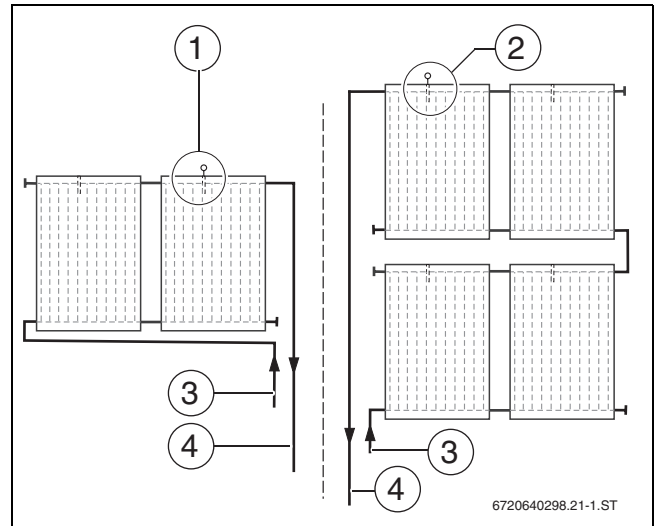

Bild 49 Position des Kollektorfühlers
- Kollektorfühler in den Kollektor mit dem angeschlossenen Vorlauf montieren (→ Bild 49).